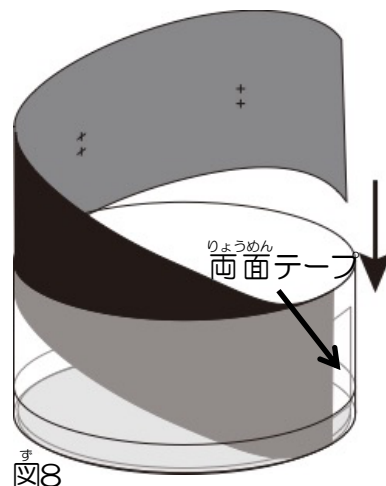

図8
2) 円筒クリアケースの内側に、+印が内側から見えるようにして、黒画用紙を入れ、その端に貼った両面テープでクリアケースに固定します(図8)。黒画用紙がクリアケースに密着するように注意して全部入れたら、その端を両面テープに貼り付けて固定します。